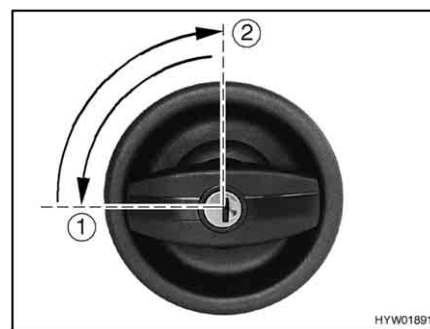

Fig. 18 Serratura della porta di ingresso, lato esterno, bloccata
- Inserire la chiave nel cilindro della serratura e girare in senso antiorario di un quarto di giro (Fig. 18,1).
- Riportare la chiave in posizione centrale (Fig. 18,2) ed estrarla.